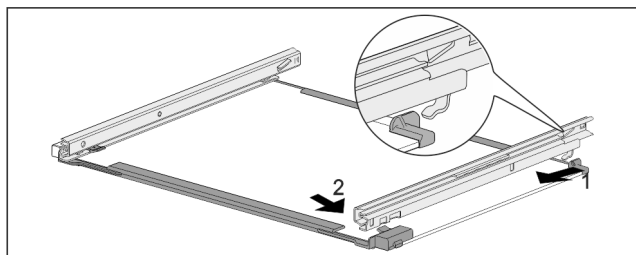

Fig. 192 Sklenená doska s kolajničkami
- ▶ Zaháknite kolajničku vzadu. Fig. 192 (1)
- ▶ Zaklapnite kolajničku vpredu. Fig. 192 (2)